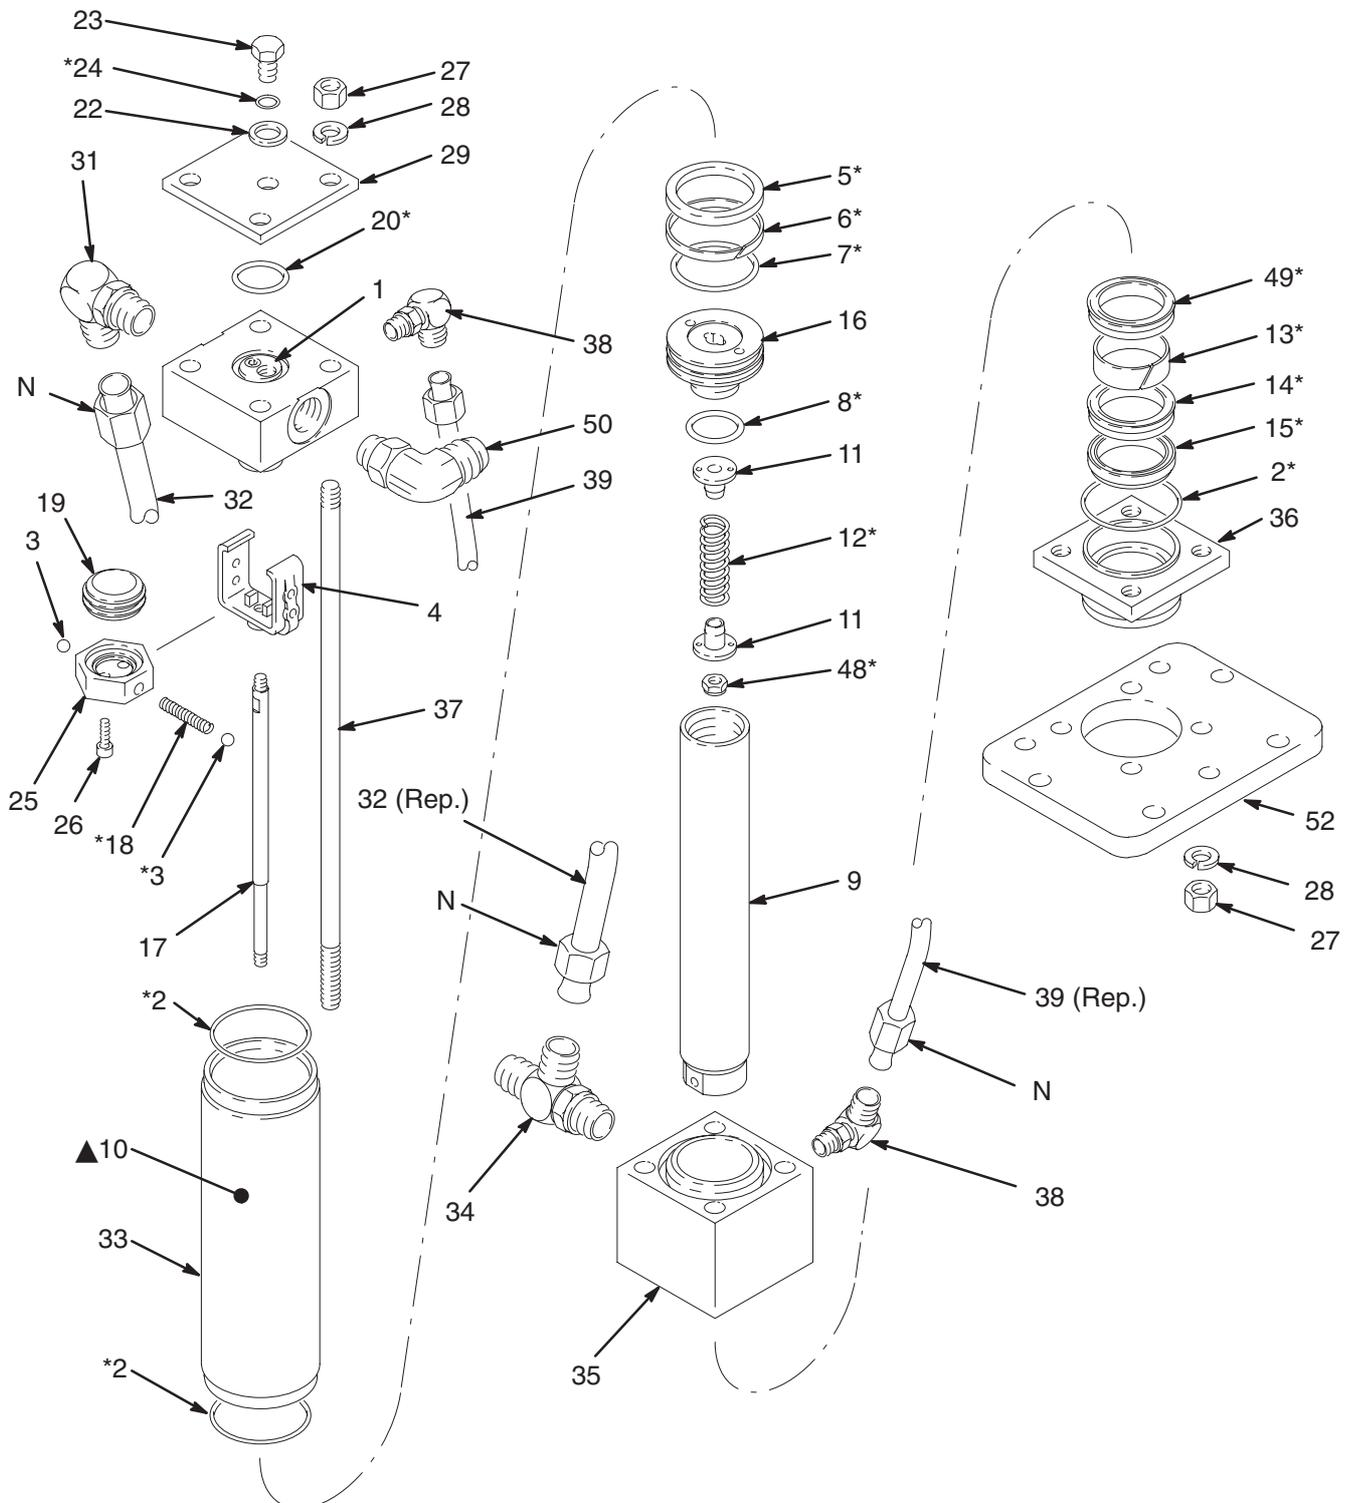

Fig. 1
2. Dévisser les tirants (37) hors de la plaque de fixation (36) et de la plaque d'assise et les sortir par le haut du moteur hydraulique. Il sera nécessaire d'enlever les quatre écrous (27) et rondelles d'arrêt (28) inférieurs.
3. Dévisser les quatre écrous (N) et démonter les tuyaux produit (32, 39). Voir Fig. 1. Laisser s'écouler l'huile en excès du moteur hydraulique, puis boucher les raccords.
- b. Introduire le ressort (18*) et une bille (3*) dans la butée de vanne (25). Incliner la butée de la vanne et commencer à l'insérer dans l'outil en veillant à ce que la bille s'engage dans la rainure arrondie de l'outil.
- c. Mettre la seconde bille (3*) à l'autre extrémité du ressort (18*) et l'enfoncer avec le pouce en faisant pivoter la butée (25) jusqu'à ce que le ressort soit à l'horizontale et les billes en place. Continuer à tenir l'ensemble.
- d. Placer les bouts recourbés de l'étrier en face de la gorge de la chemise, puis serrer sur les deux ensembles. Veiller à ce que les billes s'engagent dans les trous de verrouillage supérieurs (H) de l'étrier (4) et les bouts recourbés de l'étrier dans la gorge de la chemise (19). Pour retirer l'outil, le faire glisser au-dessus de la tige d'inversion (17).
11. Mettre le fond du cylindre (35) dans un étau. Déposer le joint torique (2*) dans le fond du cylindre. Placer le cylindre (33) sur le fond.
12. Placer le joint torique (2*) dans le tiroir cylindrique de vanne (1) supérieur. S'assurer que les raccords hydrauliques (31, 34 et 38) sont bien orientés comme indiqué à la Fig. 1, puis faire coulisser la tige de piston (9) et le piston (16) dans le cylindre (33) jusqu'à ce qu'il soit bien en place dans la culasse.